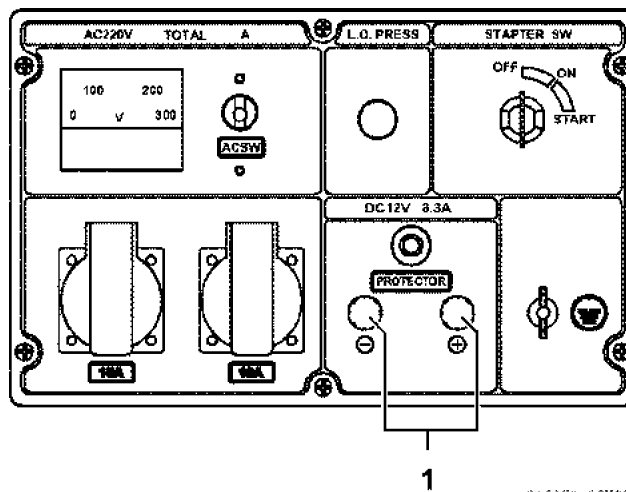

Рисунок 23
Выводные клеммы постоянного тока генератора (Рисунок 23, (1)) могут использоваться только для зарядки аккумуляторных батарей с номинальным напряжением 12 В (другие нагрузки не могут использоваться.)